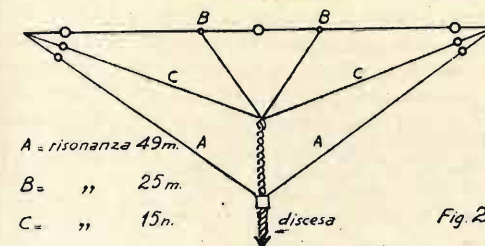

Fig. 2
a) *Primario accordato* (fig. 2).